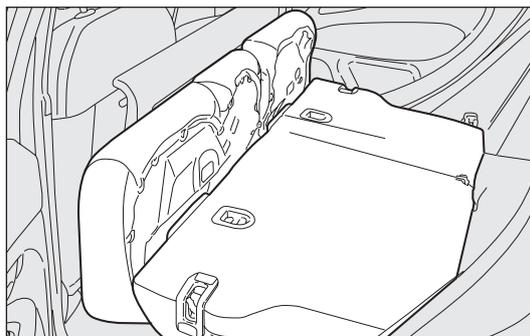

fig. 95
## Ampliamento totale fig. 95
- sollevare le maniglie A e B-fig. 95 per sbloccare gli schienali e accompagnarli sul cuscino.
## Riposizionamento sedile posteriore fig. 95